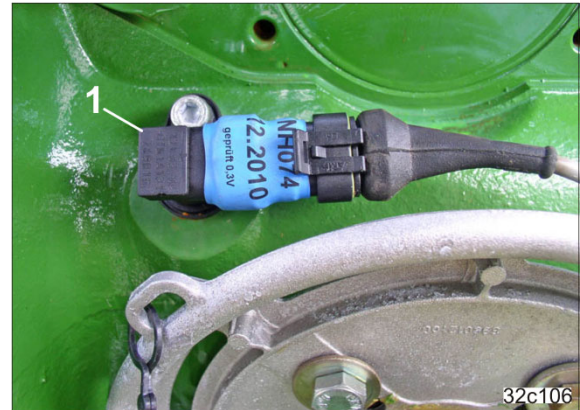

Fig. 36
- på to-trins gearkassen (Fig. 36)